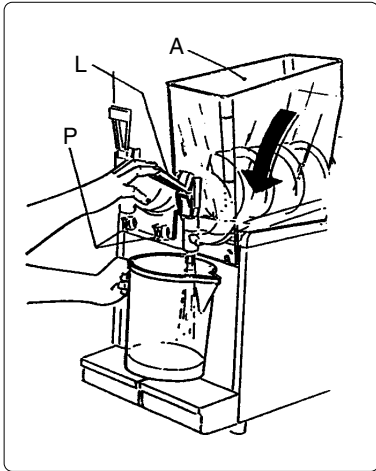

Abb. 10
- a) die Knäufe (P) abschrauben und den Behälter (A) absenken, um eventuelle Rückstände durch den Ausgabehahn zu entfernen (siehe Abb. 10).